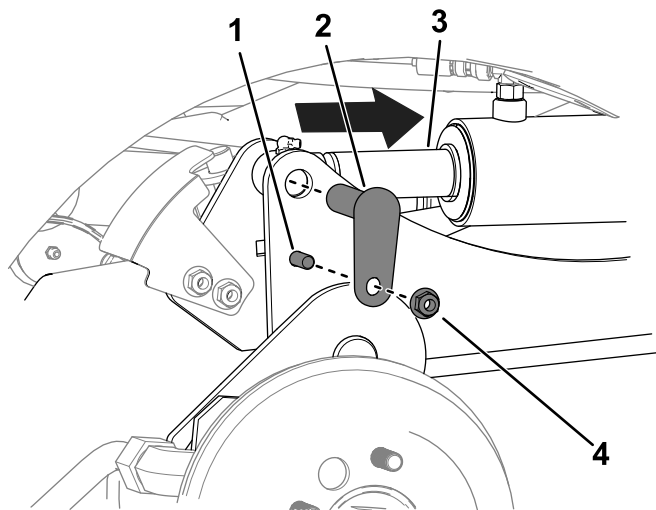

Figure 11
- C. À l'aide d'un pointeau, alignez les trous des tiges de vérin et les trous des bras de levage (Figure 11).
D. Avec 2 boulons ($\frac{3}{8}$ x $1\frac{1}{4}$ po), 2 écrous ($\frac{3}{8}$ po) et 2 petits axes, fixez les bras de levage aux vérins (Figure 11).